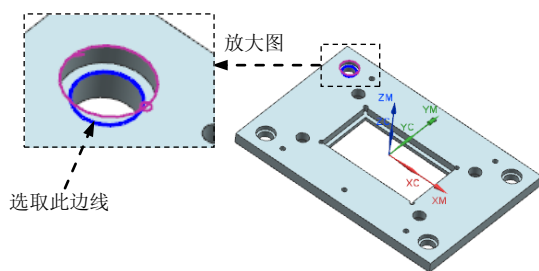

图 11.41 定义参照边线 2
Step4. 在绘图区域选取图 11.41 所示的边线,然后单击**创建下一个边界**按钮。